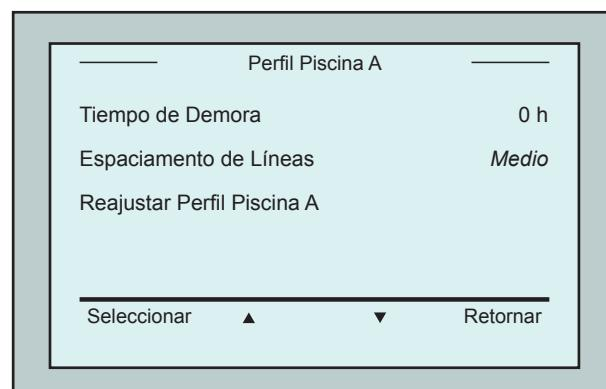

Figura 15: Menú Piscina A: Segunda pantalla
- Luego de haber fijado el *Modo de Exploración*, en la pantalla *Perfil de la Piscina*, desplácese hacia abajo a la pantalla siguiente (Figura 15).